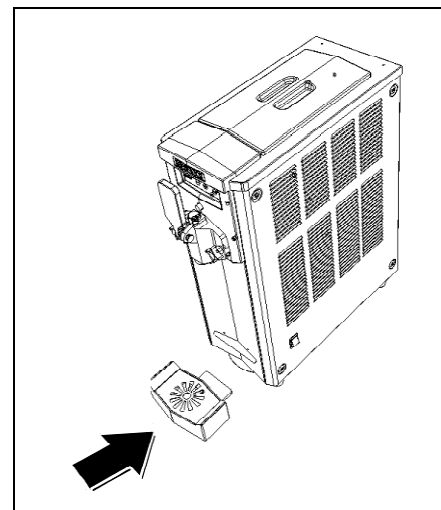

Fig. 34
- Replace the drip tray (fig. 34).